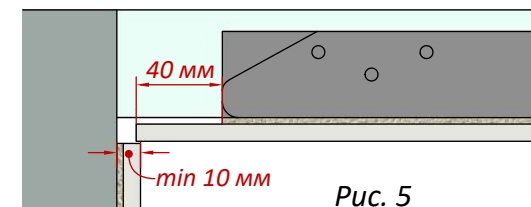

Рис. 5
- плитка на створке люка выступающая на 40 мм (Рис.5)
- зазор не менее 10 мм (Рис.5)